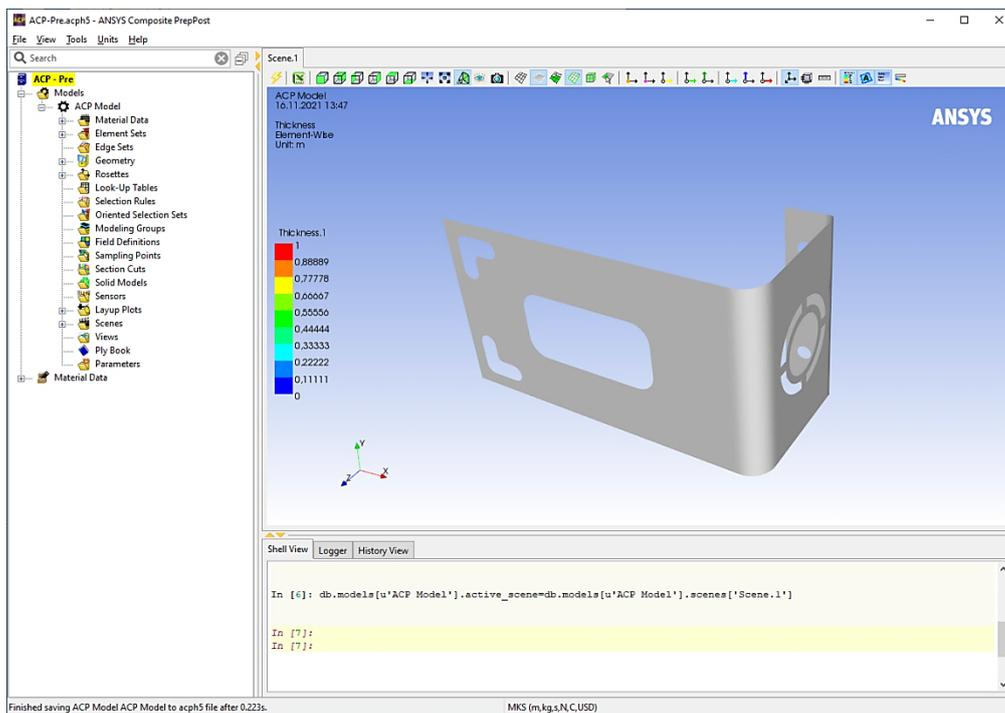

Рис. 20. Окно ANSYS Composite PrepPost
13.1. В окне *Workbench* дважды нажимаем на *Setup* в блоке *ACP (Pre)*. После этого перед нами появится окно, представленное на рис. 20.